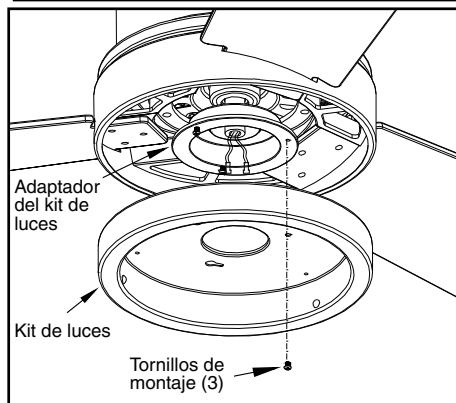

Figura 13
1. Afloja, pero no quites, dos de los tres tornillos de montaje del conjunto motor-ventilador; retira un tornillo de montaje (Figura 13).
2. Empuja la carcasa del kit de luces hasta el conjunto motor-ventilador de manera que las cabezas de los dos tornillos aflojados encajen en las ranuras tipo ojo de cerradura. Gira la carcasa del kit de luces hacia la derecha y aprieta los tornillos. Vuelve a instalar el tornillo que retiraste en el paso 1 y apriétalo firmemente (Figura 13).